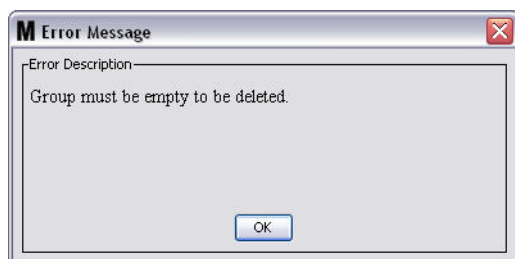

FIG. 96
- a. Si le dossier du groupe contient des réservoirs et/ou des compteurs, une boîte de dialogue contenant un message d'erreur comme celui illustré dans la FIG. 96 s'affiche pour vous rappeler que le dossier doit être vide pour pouvoir le supprimer. Cliquez sur "OK" pour fermer la fenêtre et enregistrer les modifications.